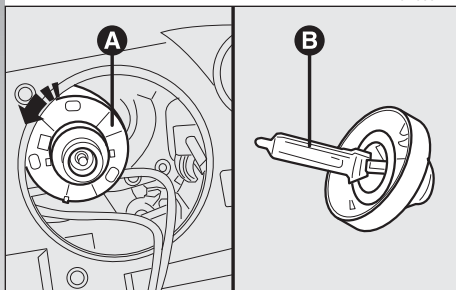

fig. 26
– Ruotare la ghiera (**A-fig. 26**) in senso antiorario e sfilarla.
– Estrarre la lampada allo xeno (**B-fig. 26**).